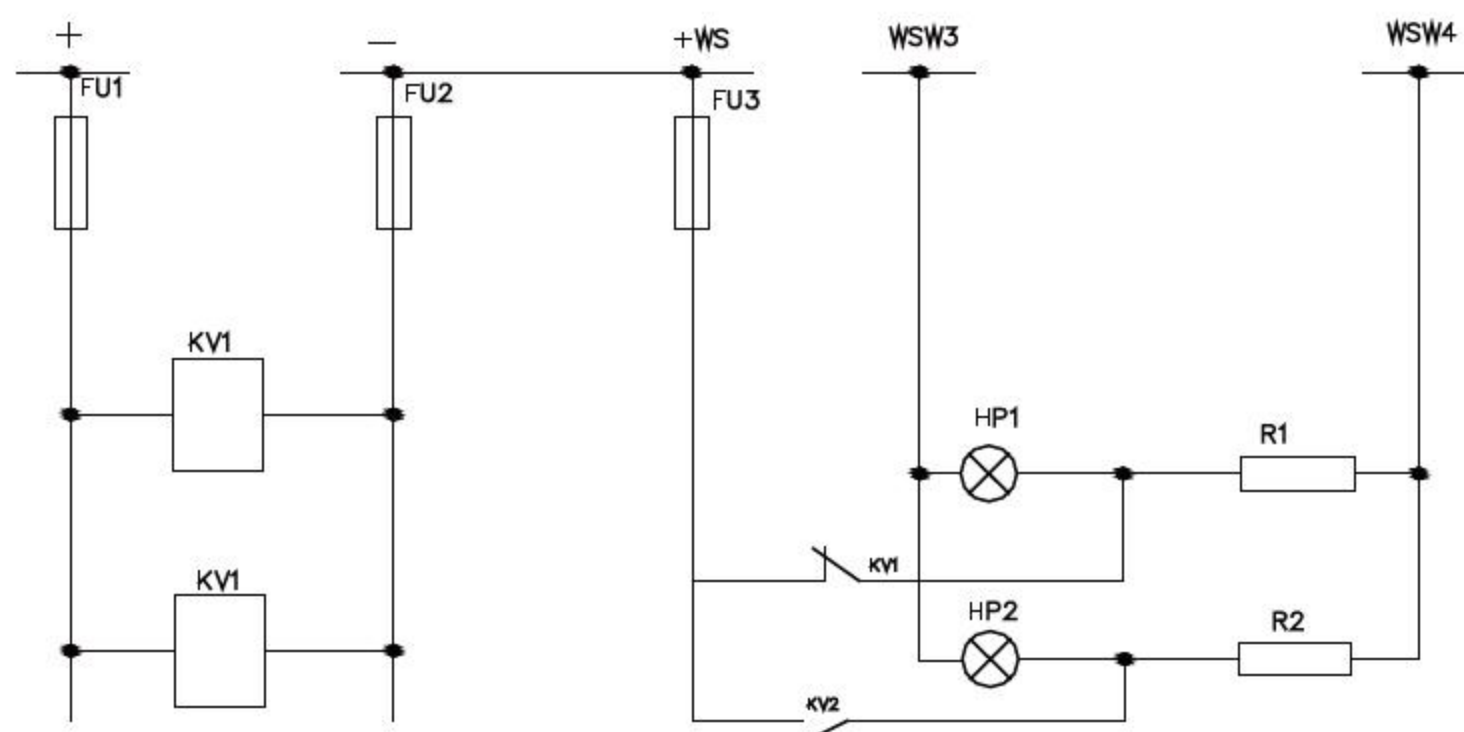

图9-88 绘制标注文字
- 03 选择菜单【绘图】|【文字】|【单行文字】命令，输入电源正负号及信号回路名称，如图9-88所示。